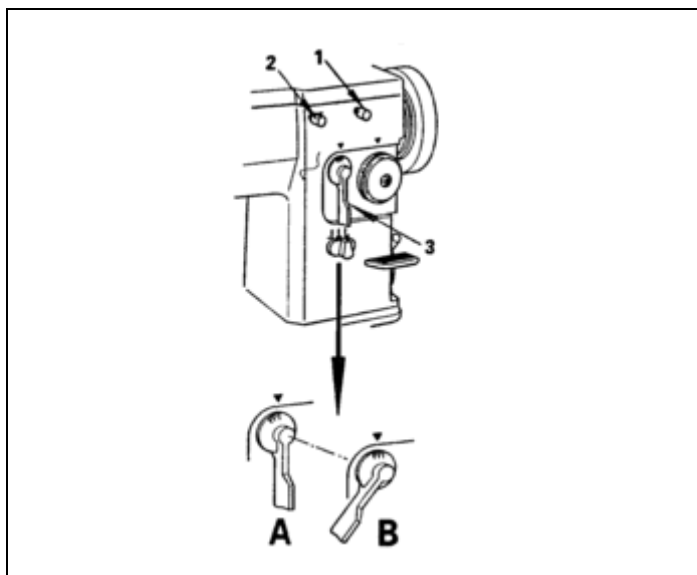

Fig. 22
17. AJUSTE DA DISTÂNCIA HORIZONTAL (Fig. 22)